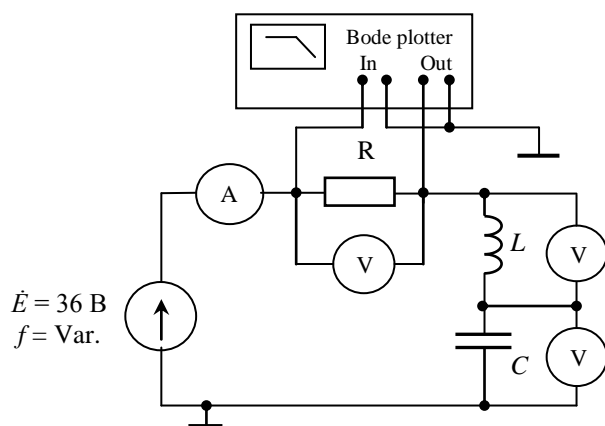

Рис. 7. Схема для проведения экспериментальных исследований
1. Собрать исследуемую схему (рис.7) в приложении Multisim, измерить ток и напряжения всех приборов.
7. Подключить прибор Bode Plotter (см. рис.7) и измерить ФЧХ при диапазоне частот сверху 10 кГц, снизу 1 кГц. Построить ФЧХ в отчете.